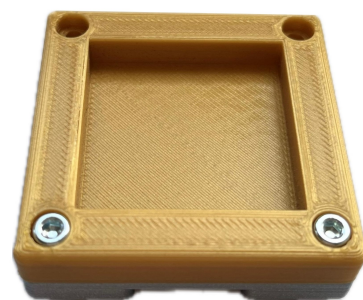

Abb. 6: An den Würfelboden angeschraubter Rahmen
- (3) Schrauben Sie mit 2 **INBUS-ZYLINDERKOPFSCHRAUBEN, M3x12** den Rahmen von unten am Boden fest (Abbildung 6).